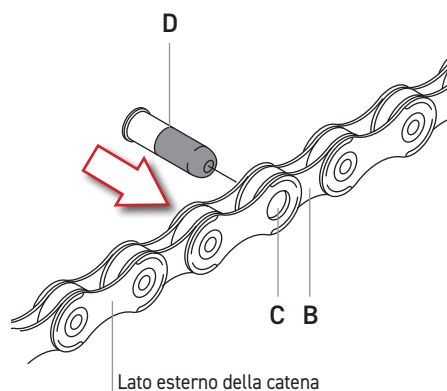

Fig.8
- Inserite la maglia interna (B - Fig. 8) nella maglia esterna (C - Fig. 8), quindi inserite la porzione di guida della bussola di unione **ULTRA-LINK 5-CN-RE500 (11s) / 5-CN-SR600 (12s)** (D - Fig. 8) nel foro della maglia dal lato interno della catena verso l'esterno.